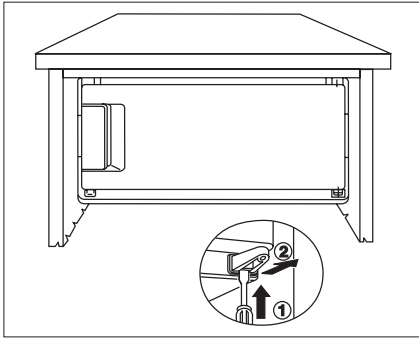

Abb. 4
- Unteren Scharnierträger mit einem Schraubendreher aus der Halterung drücken. (Bild 4).